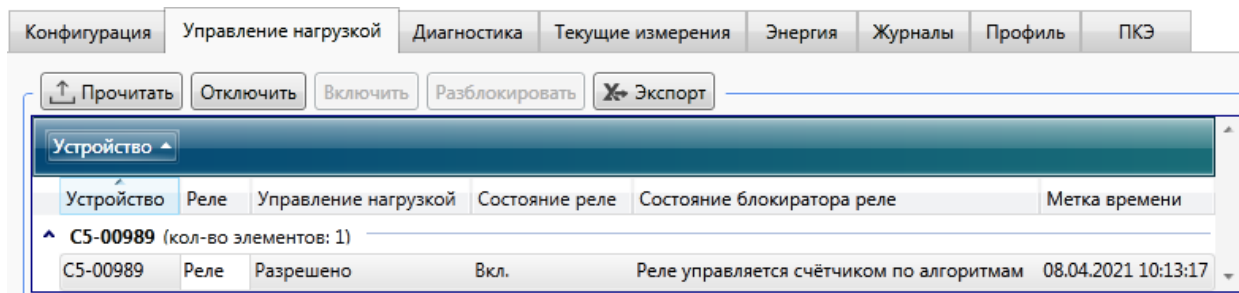

Рисунок 9.57 – Управление реле
9.6.10.2 Для просмотра состояния реле выбрать *Реле* и нажать кнопку *Прочитать* (рисунок 9.57), при этом в столбце *Состояние реле* отобразится состояние реле, которое может принимать одно из следующих значений:
9.6.10.4 Для управления реле выбрать в конфигураторе *Реле* и нажать кнопку *Отключить* (*Включить/Разблокировать*) (рисунок 9.57).